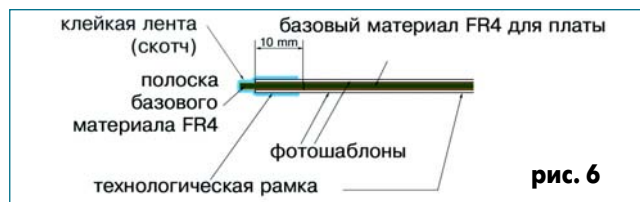

рис. 6
3. Удаляют скрепки. Между пленками фотошаблонов вставляют пластинку базового материала FR4 со снятой защитной пленкой. Этот "сэндвич" помещают в ультрафиолетовый бокс с вакуумным присосом для засветки. Обращаем внимание на то, что размеры пластины для печатной платы должны включать ширину технологической рамки фотошаблона или даже больше. Это необходимо для крепления пластины в рамке установки DK3 (рис.6).